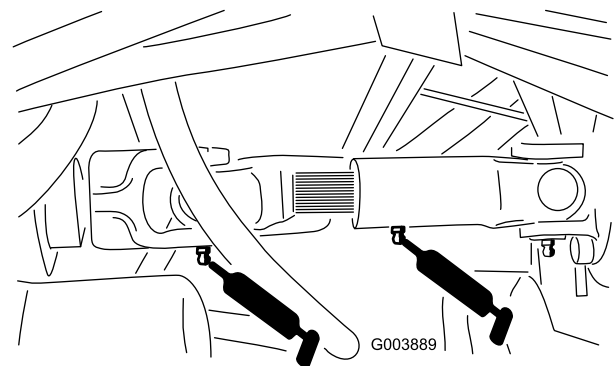

Figura 42
- 3 puntos en el eje de transmisión del motor (Figura 42)